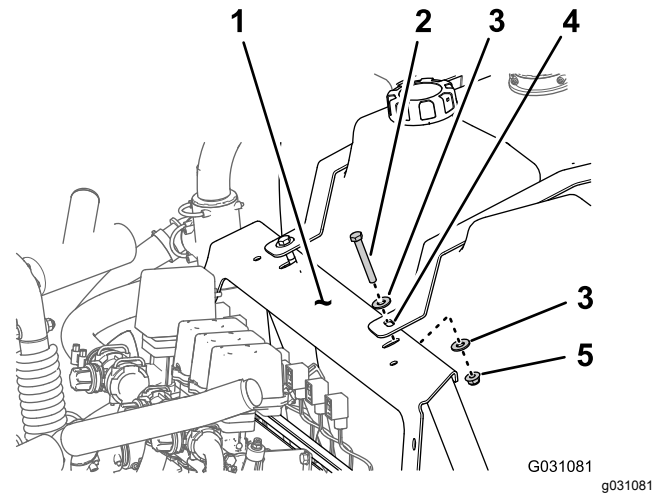

图 1
- C. 卸下将冲洗水箱箍带固定至歧管安装架的 2 个螺栓 $\frac{3}{8} \times 2\frac{3}{4}$ 英寸、2 个凸缘锁紧螺母 $\frac{3}{8}$ 英寸和 4 个垫圈 $\frac{3}{8}$ 英寸 **图 1**。